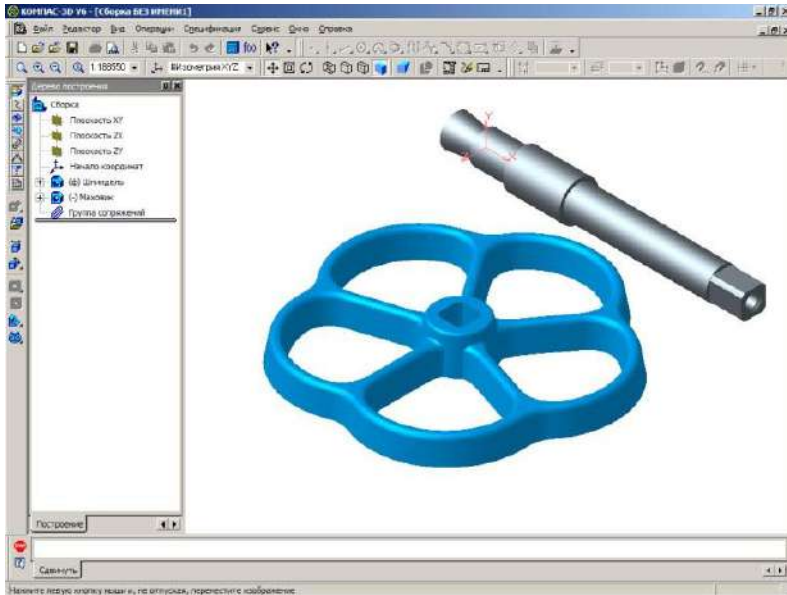

Рисунок 9.18 – Вікно зборки з базовою деталлю «Шпиндель» і введеною деталлю «Маховик»
- клацніть у вікні «Сборка» по довільному місцю для розташування в ньому введеної деталі – «Маховика» (рис. 9.18).